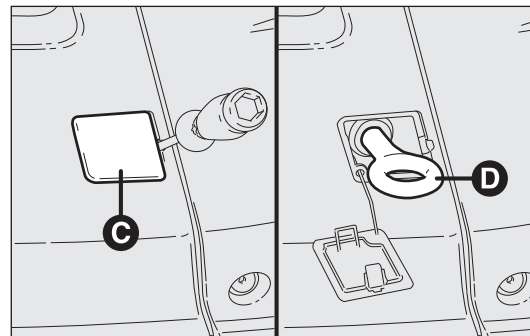

fig. 208
- prelevare dal cassetto il cacciavite in dotazione e facendo leva nel punto indicato sollevare il tappo C-fig. 208;
- prelevare l'anello di traino D dal cassetto e avvitarlo sul perno filettato fig. 208.